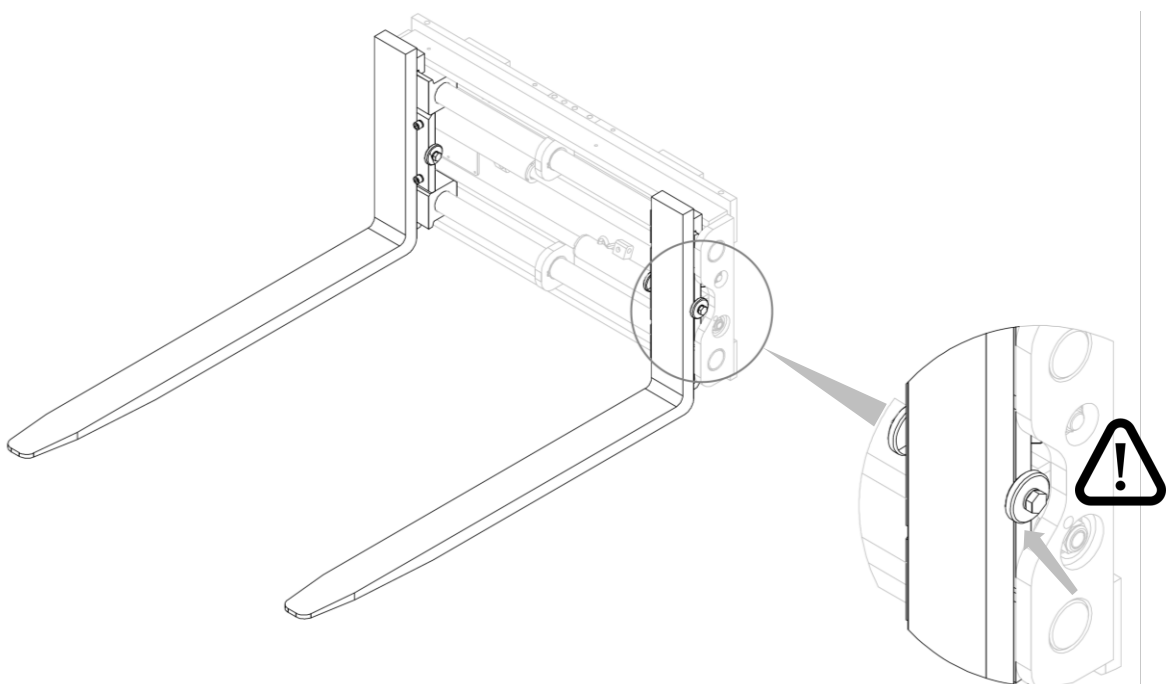

Figura 12
2. Inserire le forche e riavvitare i fermi forca (vedi *Figura 12*).